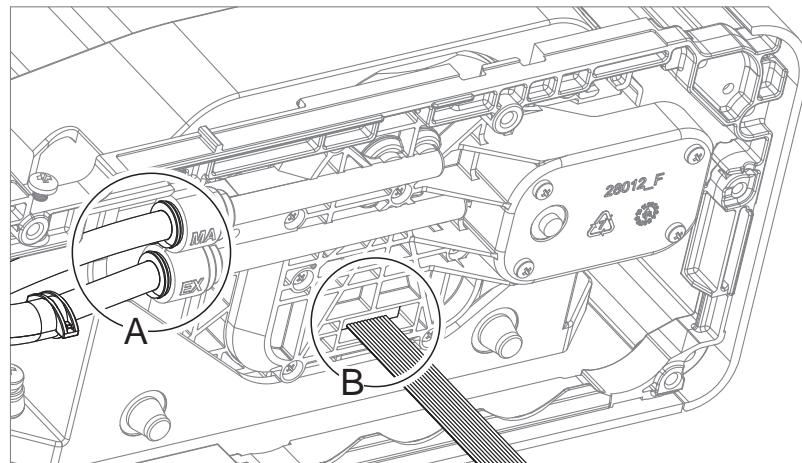

Рис. 7-10: Демонтаж трубок и кабеля
6. Отсоедините две трубы (A) и кабель (B) (Рис. 7-10).